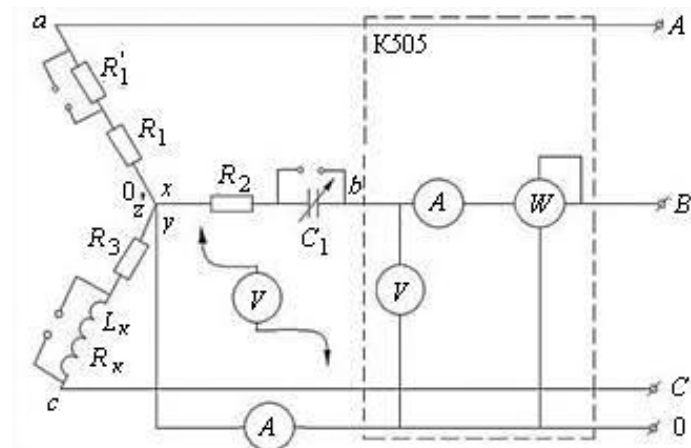

Рисунок 7.1 – Схема для исследования трёхфазной цепи при соединении нагрузки звездой
- 7.3.1 Собрать схему (рисунок 7.1) при соединении нагрузки звездой с нулевым проводом.
7.3.8 Построить модель схемы (см. рисунок 7.1) в *Multisim*. Сравнить результаты моделирования и измерения электротехнических величин.